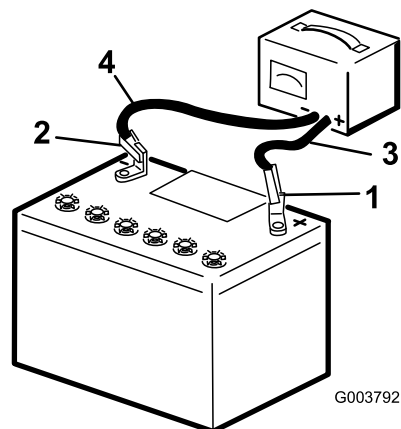

Bild 78
3. Schließen Sie das Plus-Batterieladegerätkabel am Pluspol der Batterie an (Bild 78).
4. Schließen Sie das Minus-Batterieladegerätkabel am Minuspol der Batterie an (Bild 78).
6. Wenn die Batterie ganz aufgeladen ist, ziehen Sie den Stecker des Ladegeräts aus der Stromquelle. Klemmen Sie dann die Klemmen des Ladegeräts von den Batteriepolen ab (Bild 78).